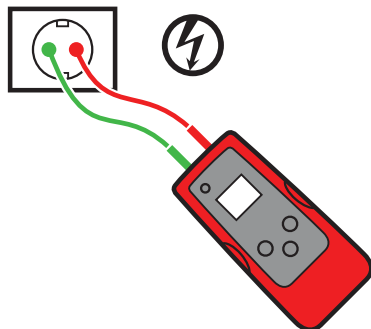

Figura 3.4a
3. Conecte los terminales de prueba rojo y verde a los cables de línea y neutros del mismo receptáculo o cable (consulte la Figura 3.4a).